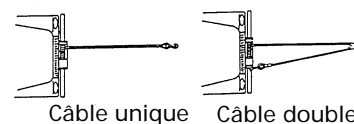

Figure 2
1. Le treuil Husky 10 a une capacité de valeur nominale de 10 000 livres. **NE SURCHARGEZ PAS LE TREUIL. N'ESSAYEZ PAS DES TREUILLAGES PROLONGÉS AVEC DES CHARGES LOURDES. NE MAINTENEZ PAS L'ALIMENTATION AU TREUIL SI LE MOTEUR CALE.** Les surcharges peuvent endommager le treuil et/ou le câble et peuvent créer des conditions dangereuses. **POUR LES CHARGES LOURDES, NOUS VOUS CONSEILLONS D'UTILISER L'ASSEMBLAGE DU PALAN ET CROCHET FACULTATIFS (NO. DE PIÈCE 7750A) AFIN D'AVOIR UNE LIGNE DE CÂBLE MÉTALLIQUE DOUBLE (Figure 2).** Ceci réduit la charge appliquée au treuil et au câble d'environ 50%. En cas d'attache au même véhicule, fixez le treuil au cadre ou à un autre point de porte-charge. Le moteur du véhicule doit être en marche pendant le fonctionnement du treuil pour minimiser l'épuisement de la batterie et maximiser la force et la vitesse du treuil. Si un treuilage important est effectué sans que le moteur ne soit en marche, il se peut que la batterie soit trop faible pour faire redémarrer le moteur.